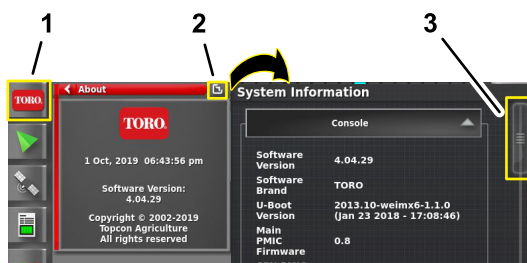

Figure 203
1. Appuyez sur l'icône INFORMATION SYSTÈME, puis faites glisser votre doigt sur l'icône PLEIN ÉCRAN dans le coin supérieur droit de la fenêtre d'information système (Figure 203).